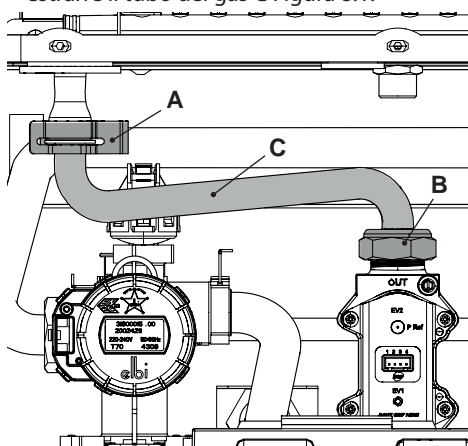

Figura 8.1
- Togliere la forcina **A**, svitare il girello **B** ed estrarre il tubo del gas **C** Figura 8.1.